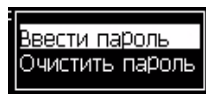
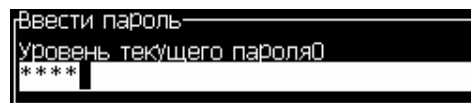

Рисунок 4-2: Ввод пароля
Рисунок 4-3: Пароль уровня доступа “0”
- 2 Нажмите кнопки *“Alt” + “w”*. Выберите опцию *“Enter Password”* (ввод пароля) (смотрите Рисунок 4-2), и нажмите кнопку *“Enter”* (ввод). Появится окно *“Enter Password”* (ввод пароля) (смотрите Рисунок 4-3).